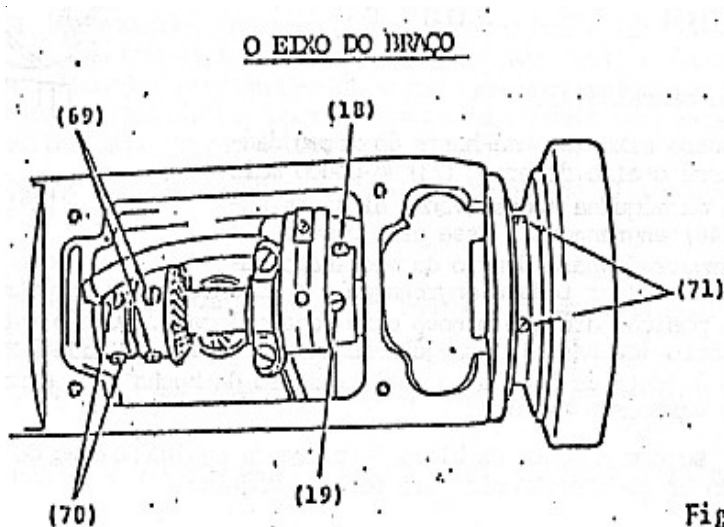

Fig. 33
6. Afrouxe os parafusos (18) e (19) do excêntrico da alimentação.
7. Afrouxe os dois parafusos (69) da engrenagem helicoidal e os dois parafusos (7) do anel de encosto.
8. Afrouxe os dois parafusos (71), Fig.33 e retire a polia da máquina.